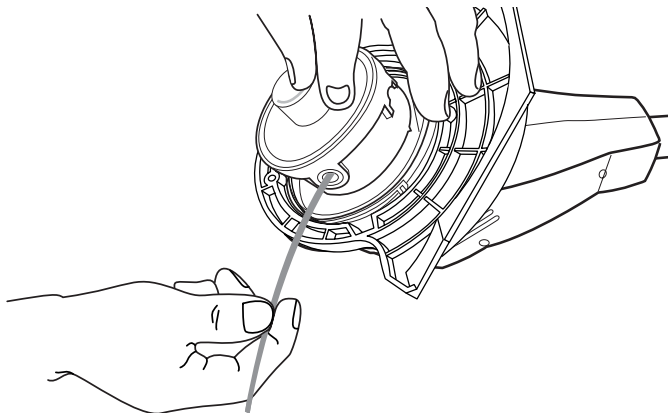

Fig. 16
10. Tenez le moulinet intérieur en place, saisissez l'extrémité du fil et tirez fermement pour dégager le fil de la fente de retenue du moulinet intérieur (Fig. 16).
7. Tenez le moulinet intérieur en place, saisissez l'extrémité du fil et tirez fermement pour dégager le fil de la fente de retenue du moulinet intérieur (Fig. 16).